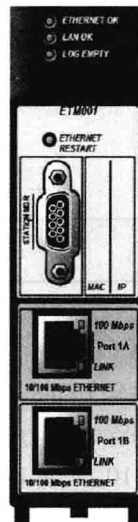

图 1-1-7 IC695ETM001 模块
Demo 箱中配置的以太网通信模块型号为 IC695ETM001,如图 1-1-7 所示。PACSystems™ RX3i 控制器通过以太网通信模块与 PC 机、其他 PACSystems 和 VersaMax 控制器等进行通信。IC695ETM001 有两个自适应的 10/100BaseT(X) 的 RJ-45 端口,用来连接 10M BaseT 或者 100BaseTX IEEE 802.3 网络中的任意一个,该端口能够自动检测速度、双工模式(半双工或者全双工)和与之连接的电缆接线方式(直行或者交叉)。模块有七个指示灯,指示灯功能说明见表 1-1-2。